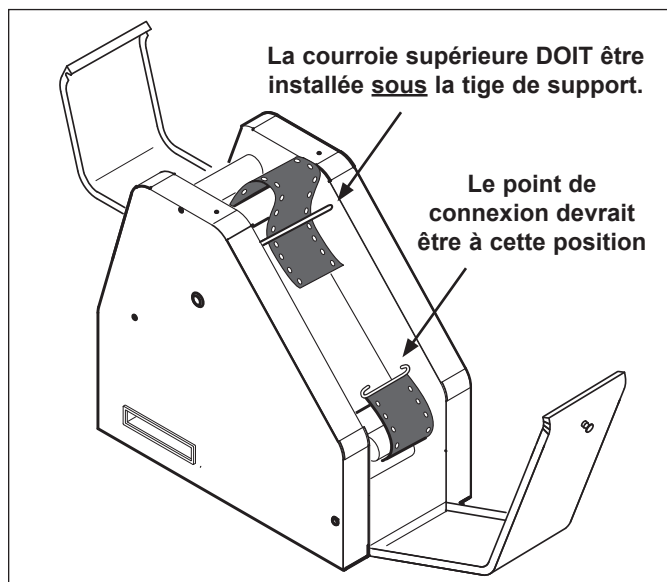

Figure 12. Installation des courroies à bande
3. Installer la courroie à bande avant autour du rouleau avant supérieur avec la goupille de connexion vers le bas de l'appareil (figure 12).
4. Faire passer la courroie à bande dans le grille-pain et la tirer autour du rouleau avant inférieur (figure 12).
**REMARQUE :** S'assurer que la courroie à bande avant est passée SOUS la tige de support. Aussi, s'assurer que les goujons de la courroie à bande sont face à l'INTÉRIEUR (figure 12).
5. Connecter les bouts de la courroie à bande en glissant le bout supérieur par-dessus les deux côtés de la tige de connexion (figures 12 et 13).